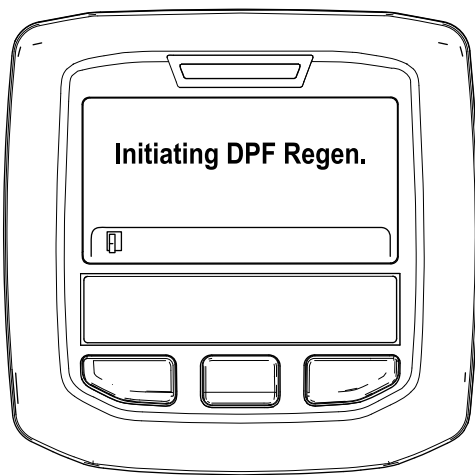

図 54
A. Initiating DPF Regen DPF 再生開始中というメッセージが表示される 図 54。